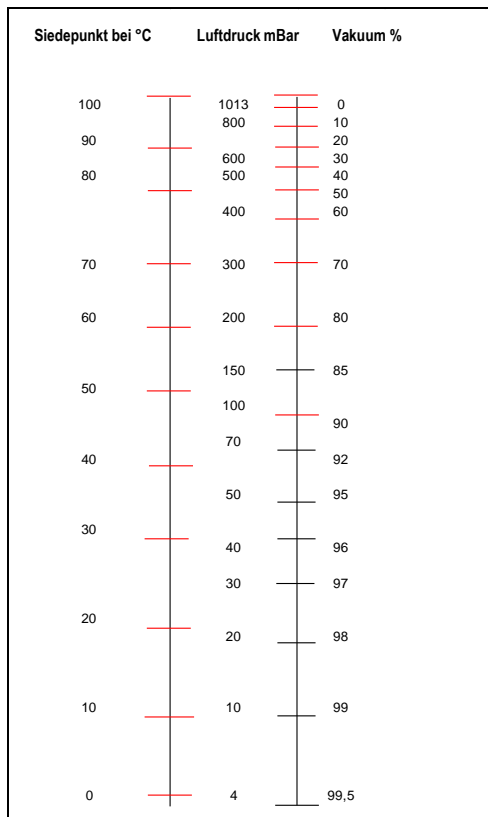

Abbildung 14: Siedepunkt bei X-Grad Celcius
- Wenn der Druck abnimmt, wird der Siedepunkt von Flüssigkeiten reduziert (siehe Abbildung 14). Dieses physische Gesetz kann ein Produkt veranlassen zu kochen. Zusätzlich zur Verunreinigung der Maschine sorgt das für Gewichtsverlust und Verlust der Qualität des Produktes